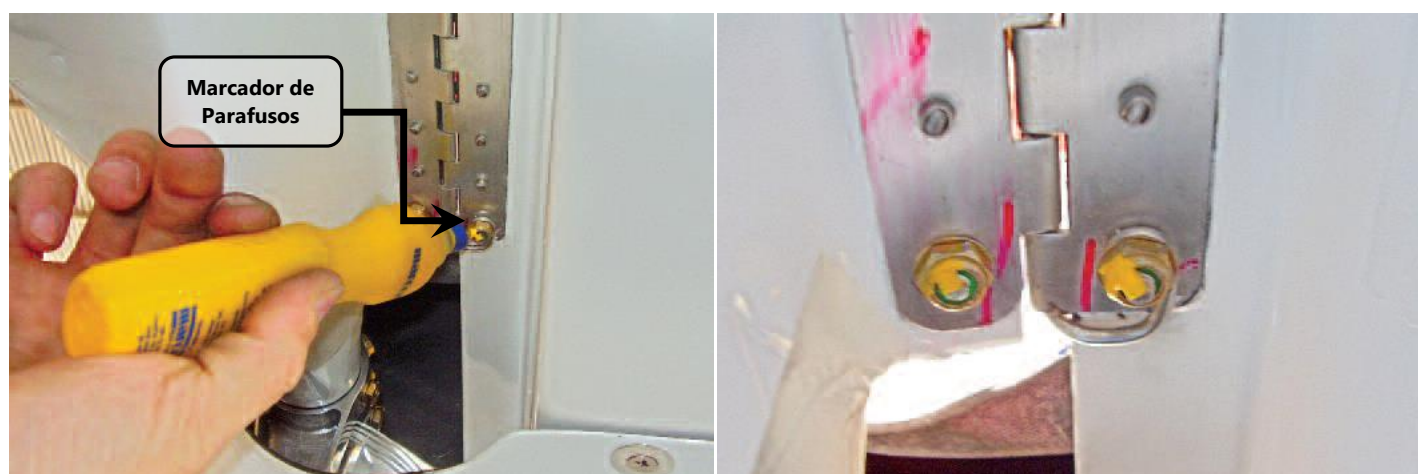

Figura 55.20.26 – Marcação das porcas e parafusos.
16. Realizar a marcação, com tinta marcadora conforme mostrada na figura 55.20.26, todas as porcas e parafusos instalados neste procedimento, inclusive a fixação da rótula da haste de comando do profundor, mostrada na figura 55.20.23.